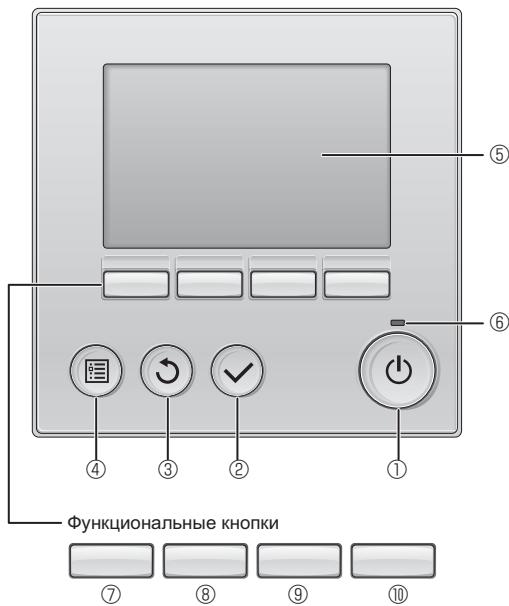

Fig. 6-1
6.2.1. Использование проводного пульта дистанционного управления (Fig. 6-1)
① Кнопка [ВКЛ/ВЫКЛ]